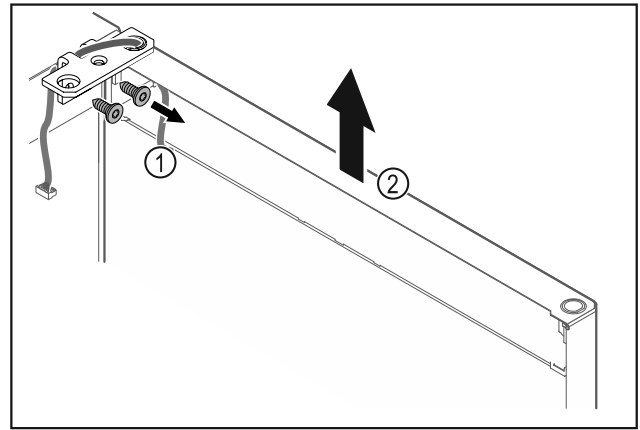

Fig. 27
- Dévisser l'équerre de la charnière Fig. 27 (1).
- Soulever la porte (équerre de charnière incluse) Fig. 27 (2) d'environ 200 mm et la retirer.